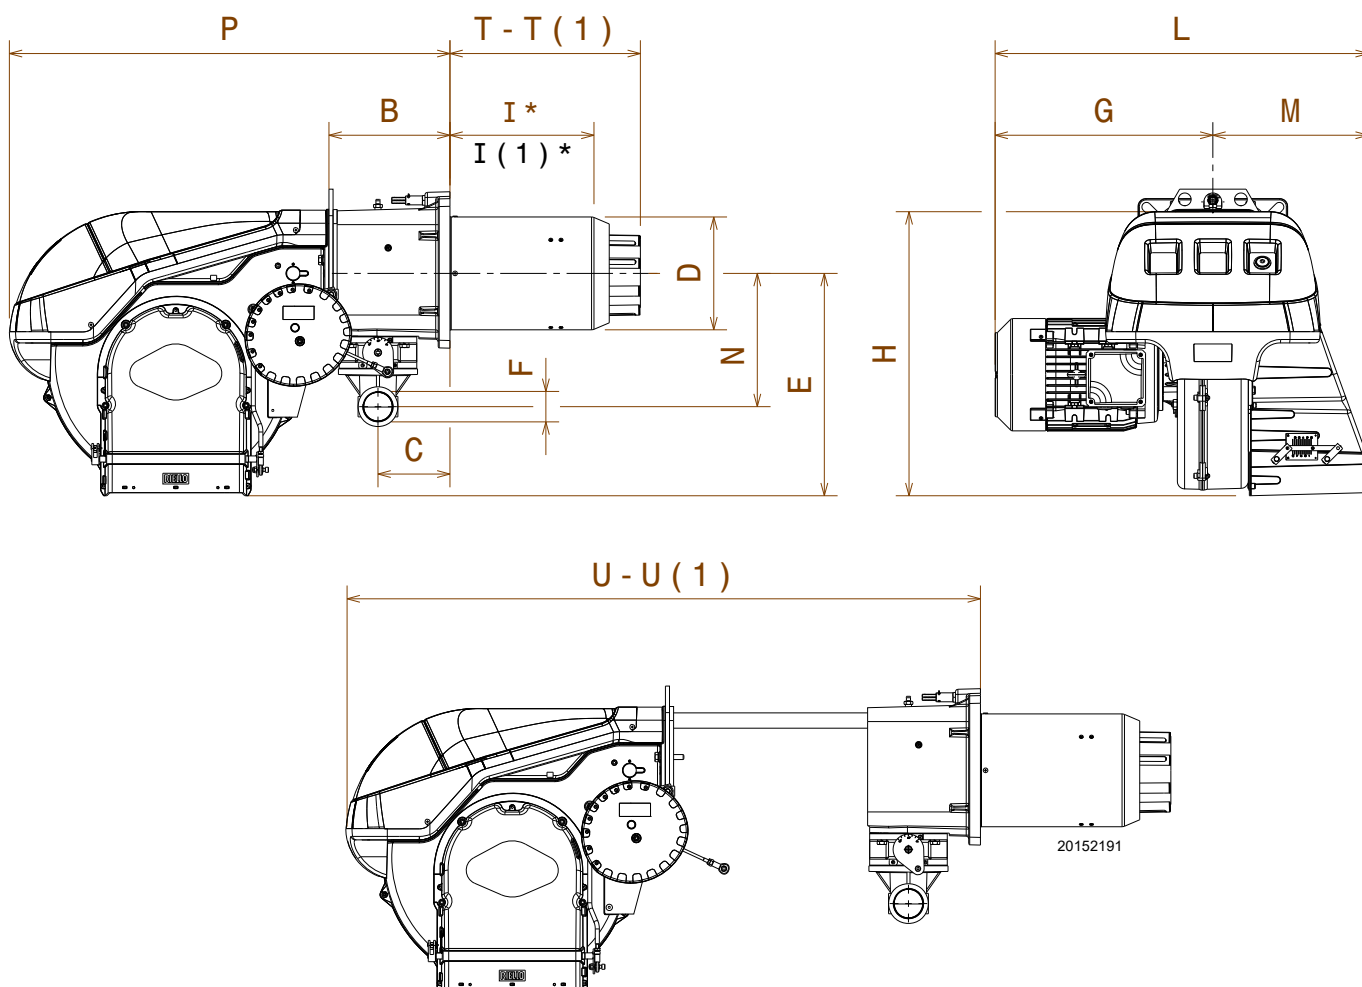

Fig. 1
L'encombrement du brûleur est indiqué dans la Fig. 1.
* L'épaisseur maximale de la porte de la chaudière se réfère à la cote "I" (Fig. 1 à la page 10).